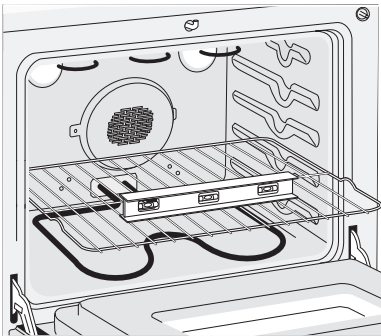

Figure 4
2. Déposez un niveau à bulle sur la grille (figure 4). Prenez 2 lectures en plaçant le niveau en diagonale dans une direction, puis dans l'autre direction. Si nécessaire, ajustez les 4 vis de nivellement à l'aide d'une clé pour niveler l'appareil (reportez-vous à la figure 9).